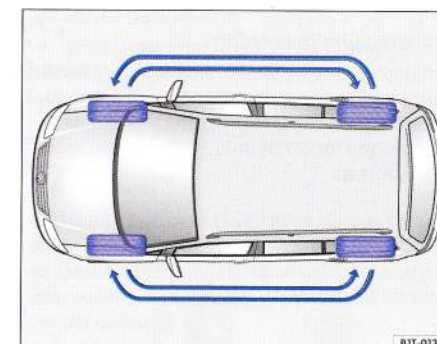

Fig. 25 Schema pentru schimbarea roților.
- După schimbarea roților ⇒ pagina 79, fig. 25", indicatorul presiunii din pneuri trebuie reactualizat. ◀
În cazul uzurii puternice a pneurilor roților din față se recomandă, schimbarea roților din față cu cele din spate, conform schemei ⇒ fig. 25. Astfel se asigură o durată de viață relativ egală a tuturor celor patru pneuri.